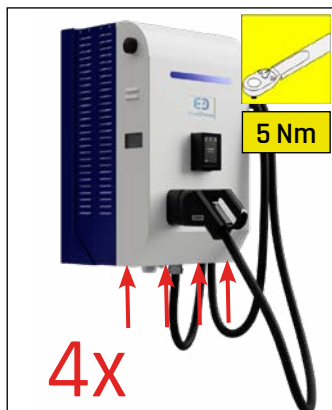

Abb. 10: Verschraubung Schutzabdeckung
- 1** Verschraubung Schutzabdeckung lokalisieren (siehe Abb. 10).